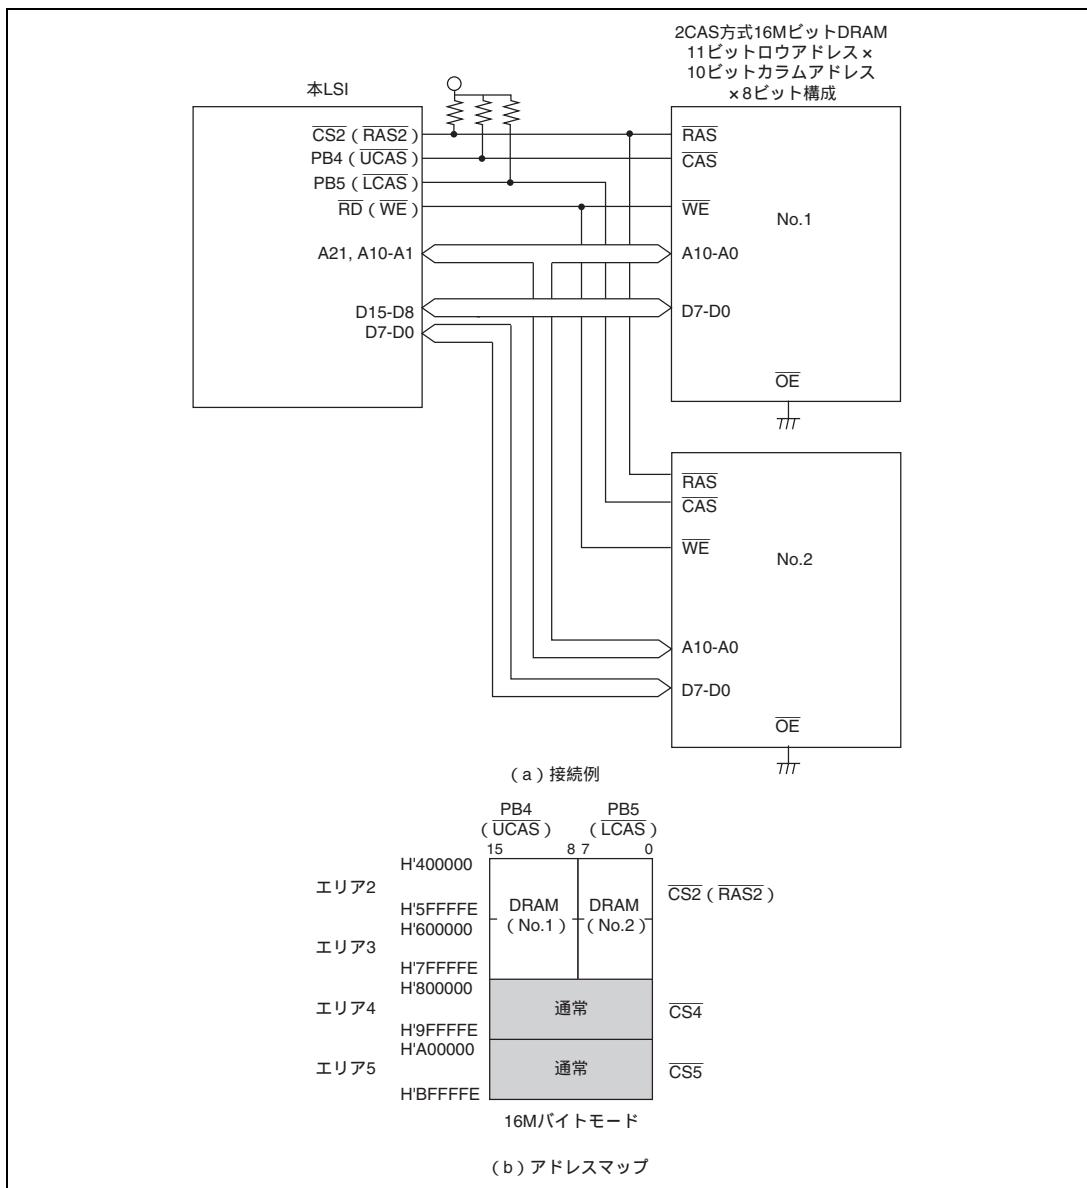

図 6.30 ×8 ビット構成の 16M ビット DRAM の接続例とアドレスマップ
- (2) 図6.30に×8ビット構成の16MビットDRAMを2個使用する場合の接続例とそのアドレスマップを示します。本例では11ビットロウアドレス×10ビットカラムアドレスのタイプのものを使用しています。CS2端子をエリア2およびエリア3に共通のRAS出力端子として使用しています。本例のようにDRAMのアドレス空間が複数エリアにまたがって連続する場合、DRAS2～0の設定により、一本のCS端子が複数エリアに共通のRAS出力端子として使用でき、アドレス空間が最大4エリアにまたがる大容量DRAMを直接接続することができます。この場合不要となるCS端子（本例ではCS3端子）は入出力ポートとして使用することができます。